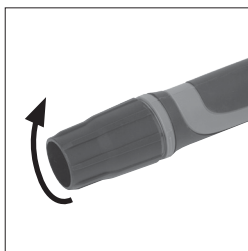

Fig. 1
- Afloje la tuerca del manguito. **(Fig. 1)**